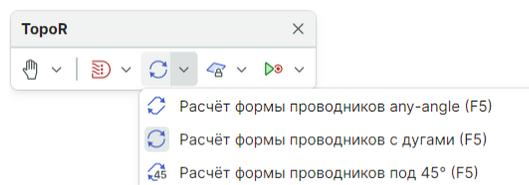

Рис. 448 Выбор формы проводника
2. Автопроцедура расчета формы проводника, см. Рис. 448.